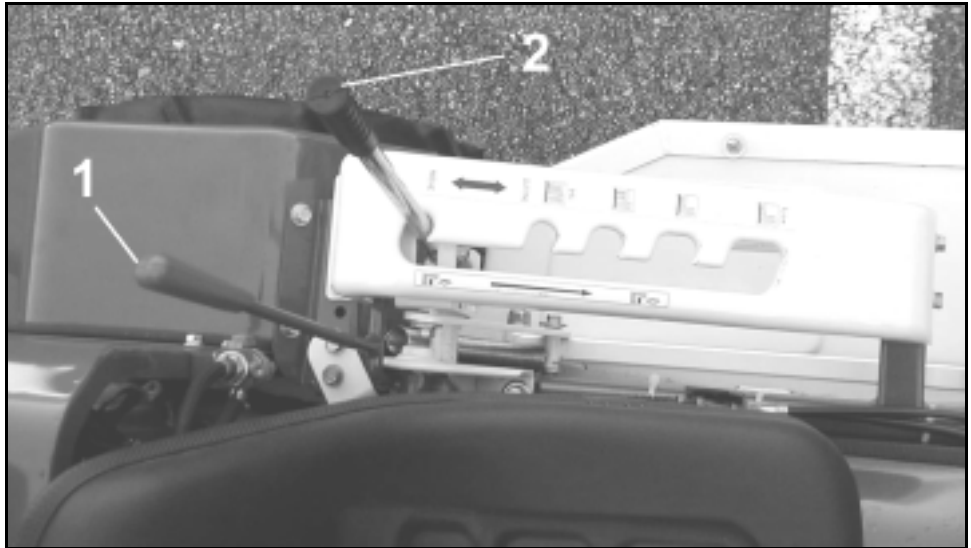

Figure 5
### LEVIER DE REGLAGE DE LA HAUTEUR DE COUPE (FIGURE 5)
La position la plus haute du levier (1) correspond à la position transport. Vous pouvez régler la hauteur de coupe sur quatre positions, plus le levier est bas plus la coupe de l'herbe est basse (figure 5).
### LEVIER D'EMBAYAGE DE LA COUPE (FIGURE 5)